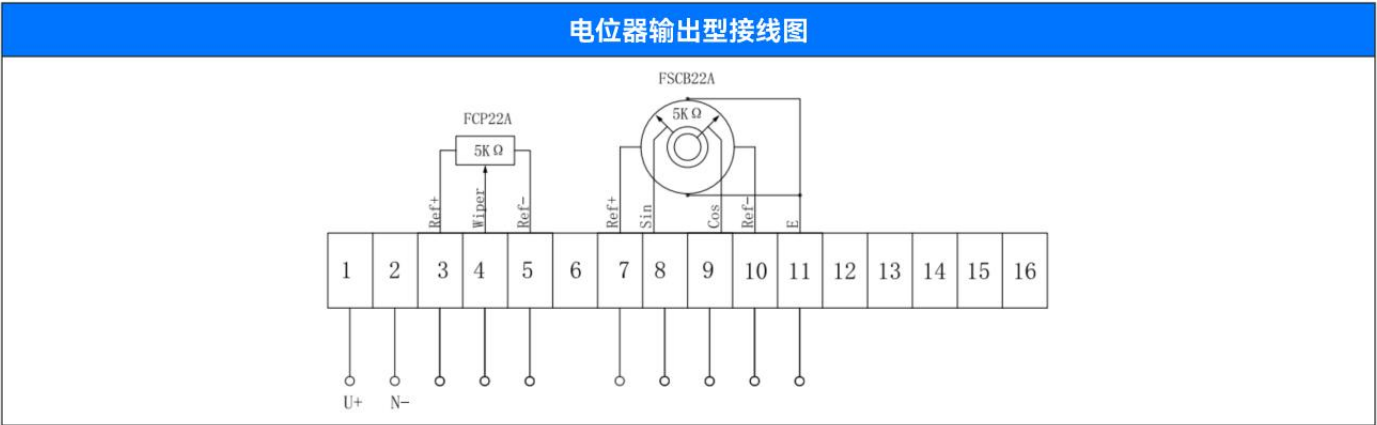
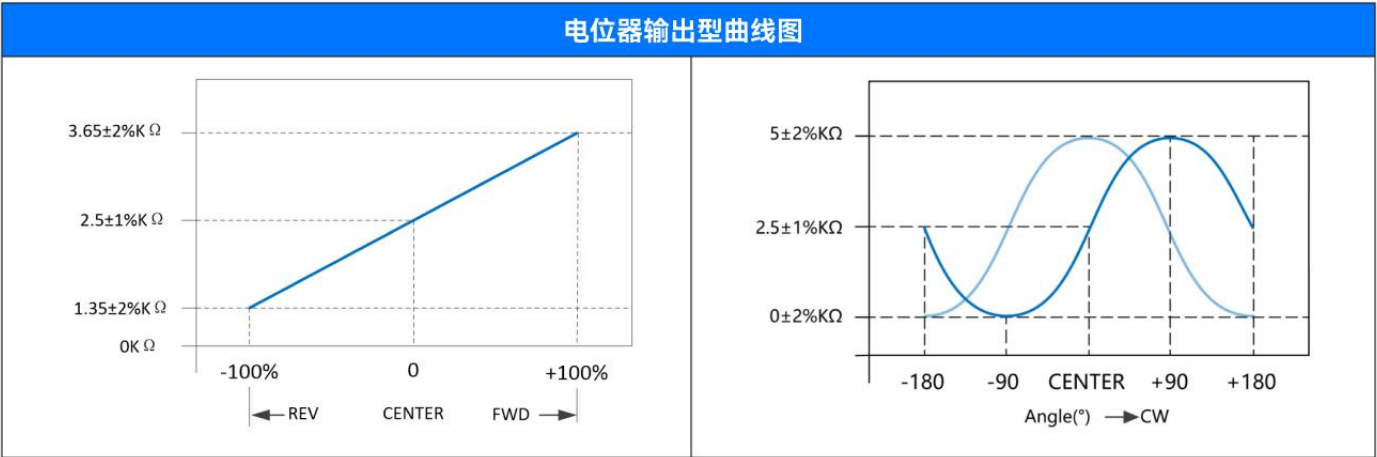

图2.3
图2.4
- 1. 输出信号：全回转手柄可以选择直接电位器输出方式，其中Y轴采用线性电位器输出，Z轴采用三角波电位器输出其，接线图如图2.3，对应的输出关系如图2.4。